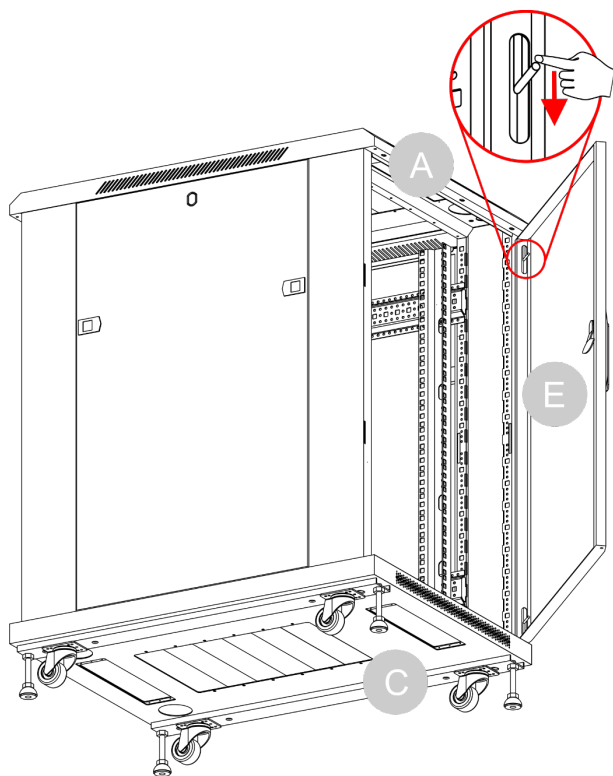

Fig. 41
- 25) Abbassare con cautela la leva a molla in modo che sia allineata con il foro sul fondo della **piastra superiore (C)** e rilasciarla lentamente, come illustrato nella Fig. 41. Assicurarsi che lo **sportello a rete (E)** sia saldamente bloccato nel foro sul fondo della **piastra superiore (C)** e nel foro sulla parte superiore della **piastra inferiore (A)**.